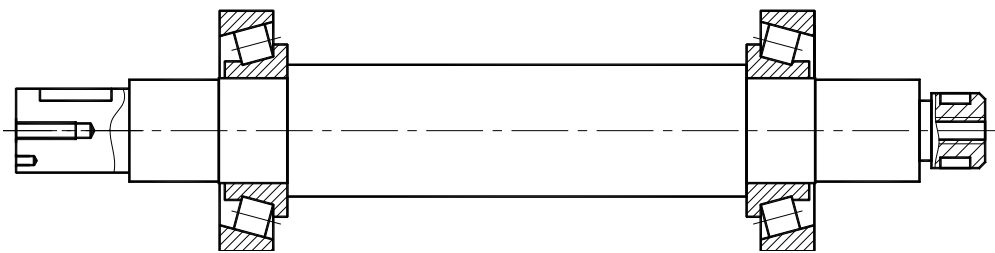
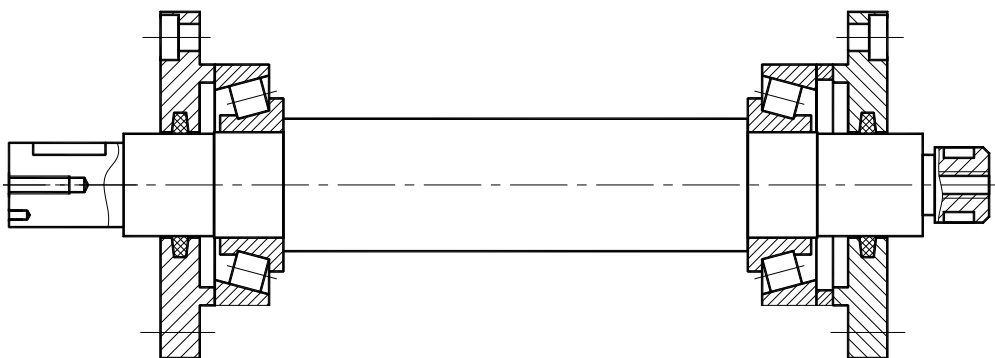

图 7-35 装配两端的轴承
图 7-36 装配调整环、端盖和毡圈
(1) 复原轴的真实长度。将轴的零件视图中截断处的长度按 154mm 的真实值绘出。
(2) 装配轴承。先将所绘制的轴承视图用“镜像”命令复制一个，再利用“移动”命令将两个轴承移到轴上，然后修剪掉多余的线，如图 7-35 所示。
(3) 装配调整环。利用“移动”命令将调整环移到轴上，然后修剪掉多余的线。
(4) 装配端盖。先将端盖用“镜像”命令复制一个，再利用“移动”命令将端盖移到轴上，然后修剪掉多余的线。
(5) 绘制毡圈。在端盖的梯形槽内去掉多余的轮廓线，并填充剖面线，如图 7-36 所示。